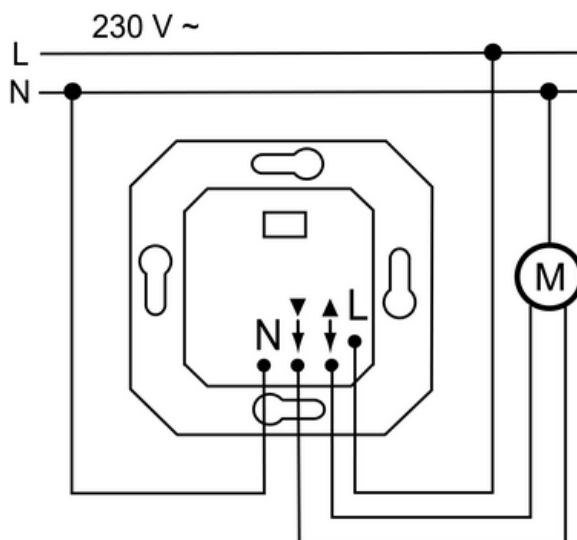

Рисунок 2: Присоединение вставки
- Подключите вставку жалюзи согласно монтажной схеме (рисунок 2).